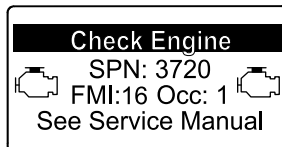

Figure 81
- Avertissement moteur SPN 3720, FMI 16 (Figure 81)